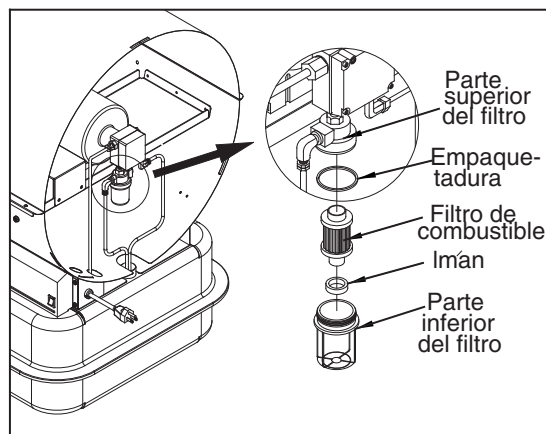

Figura 14. Filtro de la Bomba de Combustible
- Retire el filtro de combustible, la empaquetadura y el imán de la parteinferior del filtro (consulte la Figura 14).